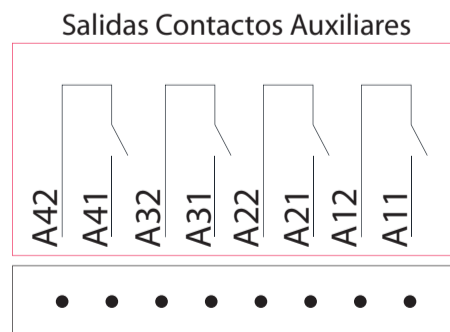

Figura 4
- Cuatro relés de relés auxiliares de tipo NA de uso programable desde el instrumento Multimetro (por ejemplo: como expansión alarmas, encendido sistema de ventilación, maniobra de equipos, etc.) (conexión ver figura 4).